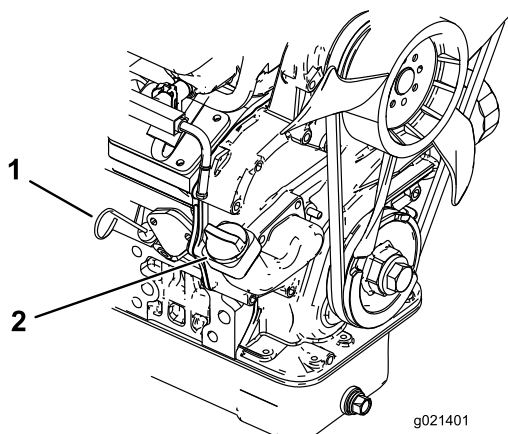

Figure 25
2. Retirez la jauge (Figure 25) et essuyez-la sur un chiffon propre. Remettez la jauge dans le tube en l'enfonçant au maximum. Ressortez la jauge et contrôlez le niveau d'huile.
3. Si le niveau est trop bas, retirez le bouchon de remplissage (Figure 25) et ajoutez la quantité d'huile nécessaire pour amener le niveau au repère maximum de la jauge.